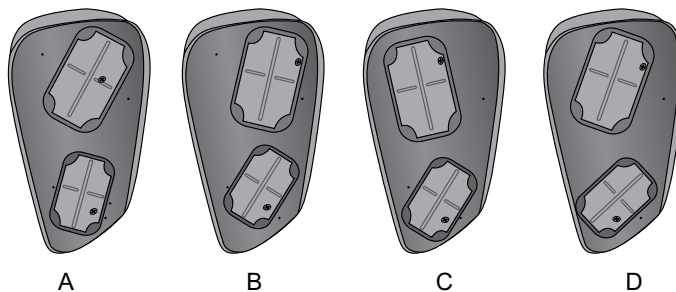

Figura 6-12 - Pannelli di posizionamento dell'estensore
1. Selezionare un pannello di posizionamento dell'estensore che indurrà il movimento desiderato della mano (Figura 6-12).